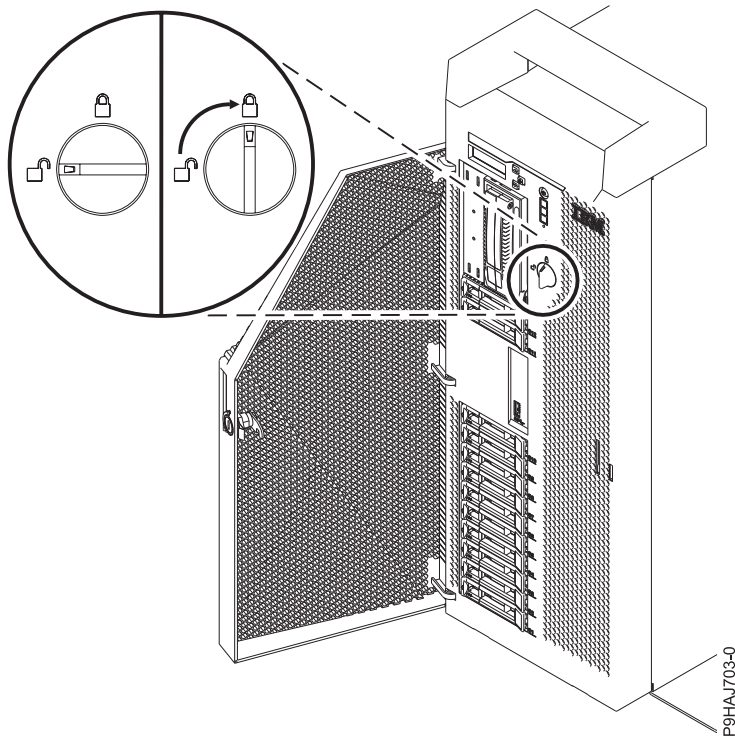

Abbildung 19. Vordere Abdeckungsverriegelung schließen
4. Drehen Sie die Abdeckungsverriegelung nach rechts (im Uhrzeigersinn), um die Abdeckung zu entsperren (siehe Abb. 19 auf Seite 35). Vertikal bedeutet, dass die Klappe gesperrt ist; horizontal, dass sie entsperrt ist.